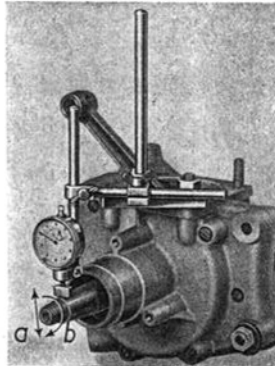

Bild 73. Messung des radialen Spieles der Hauptlager (bei Bewegung a) und des Wellenschlages am Konusende (bei Drehung b)
6. Radiales Spiel in den Flanschlagern messen: Hierzu Meßuhr einsetzen, wie Bild 73 zeigt, Kurbelwelle am Zapfenende anheben.
7. Rundlaufen der Kurbelwellenzapfen messen: Hierzu Meßuhr befestigen, wie Bild 73 zeigt. Taster muß am äußeren Konusrand aufliegen, damit er nicht in die Keilnute schnappen kann. Kurbelwelle durchdrehen.